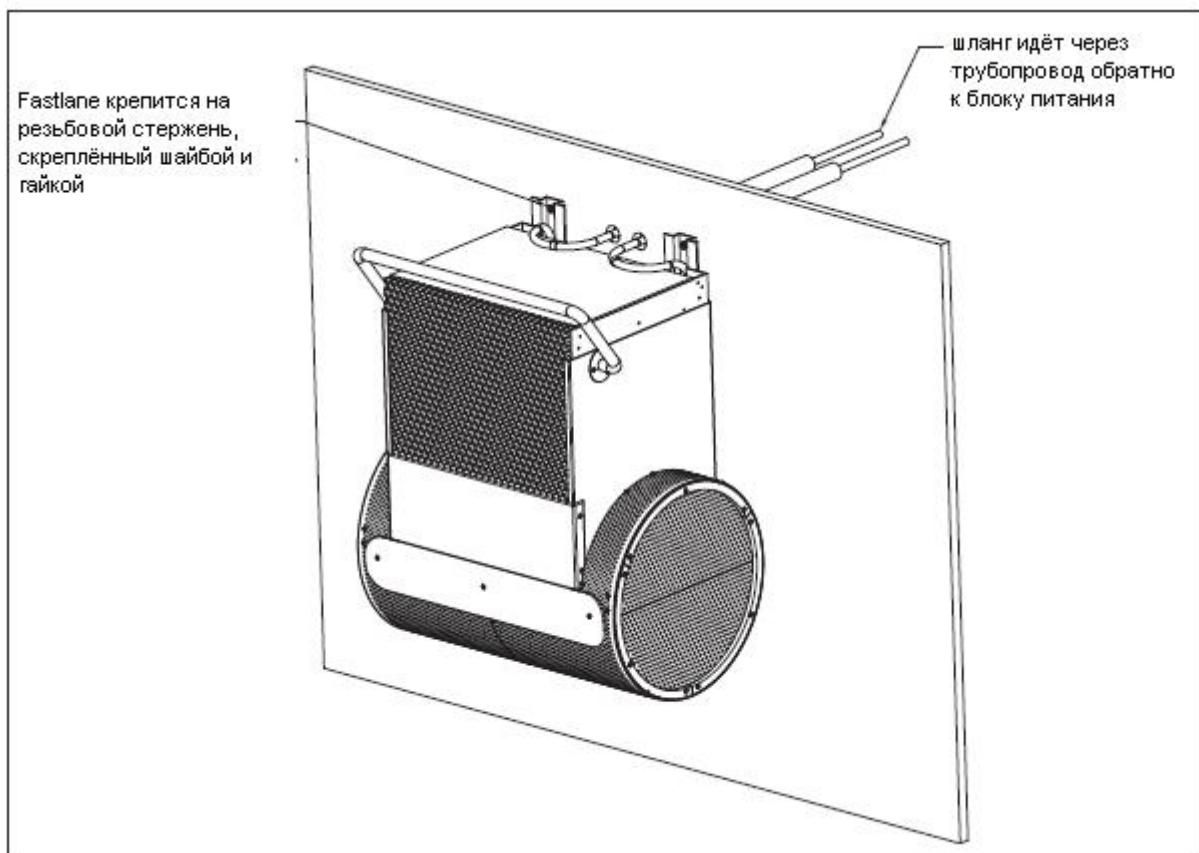

Рис.7.1
- 6.3 Прикрепите гидравлические шланги к передней панели устройства противотока. Вставьте в отверстия в верхних каналах корпуса резьбовые стержни в настенное крепление. Закрепите при помощи двух плоских шайб гровера, двух шлюзовых шайб, двух гаек (по одному на каждый стержень) как показано на рис.7.1. Присоедините провод заземления к комплекту зажимов, расположенных на настенном креплении для крепления Swim Unit к бассейну.